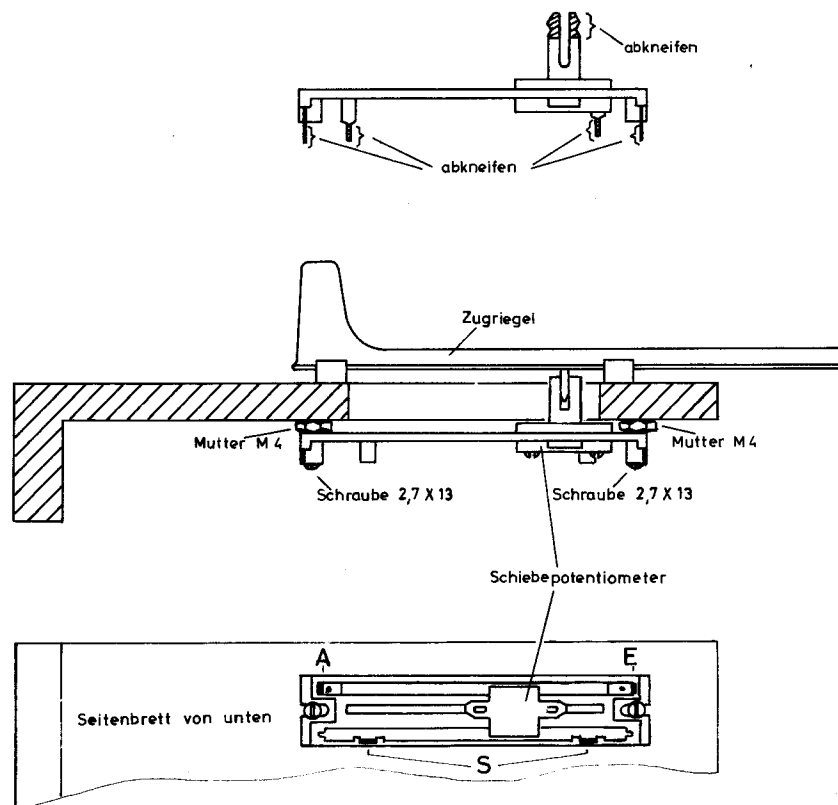

Bild 6.
Wird bei einkanaliger Wiedergabe neben dem Phasing-Rotor auch der Cathedral-Chorus laut Bauanleitung 67 133, Bild 6 (also nicht Bild 7), angeschlossen, müssen beide Bausätze in Reihe geschaltet werden: Punkt 3 Phasing-Rotor an Punkt 6 Cathedral-Chorus, ohne Widerstand 150 k Ω . Anschluß Ausgang Cathedral-Chorus, also Punkt 5, gemäß Bauanleitung 67 133, Bild 6.
Zunächst werden am Potentiometer die laut Bild 6 gestrichelten Teile der Anschlußstifte und der Führungsnase mit einem Seitenschneider abgekniffen. Danach werden die Potentiometer unter Zwischenlage einer Mutter M 4 mittig in den zugehörigen Schlitzen angeschraubt. Die beiden innen liegenden Potentiometeranschlüsse (S) weisen dabei im Bild 6 **nach unten!**